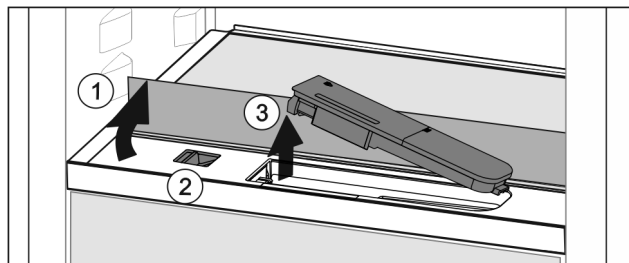

Fig. 87
- ▶ Løft glassplaten og vipp opp til anslag bakover Fig. 87 (1).
- ▶ Skyv skyverer Fig. 87 (2) til venstre.
- ▶ Ta ut vanntanken Fig. 87 (3).